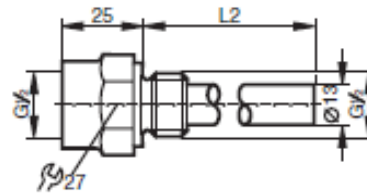
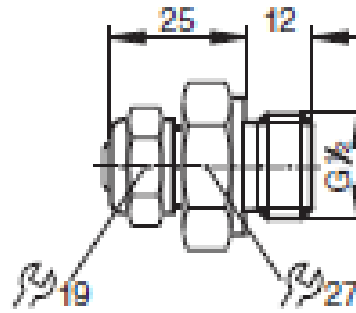

Abbildung 45: Tauchhülsen
Abbildung 46: PG-Verschraubung
- marktübliche Tauchhülsen, über die Hülsen Abbildung 45 mit PG-Verschraubung Abbildung 46